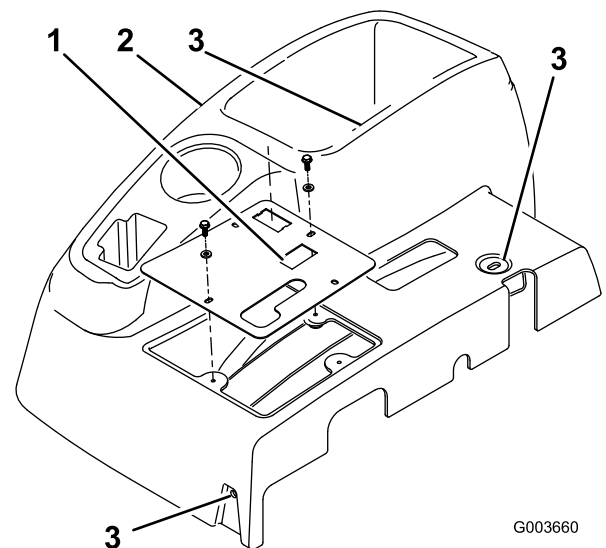

Figura 1
3. Rimuovere le 4 rondelle e i bulloni di fissaggio della plancia sulla console (Figura 1). Scollegare il cavo dal contaore. Rimuovere la plancia (Fig. 1).
4. Rimuovere i 3 bulloni di fissaggio della console al telaio (Figura 1). Rimuovere la console sollevando delicatamente il bordo inferiore della console attorno alla staffa di supporto e facendolo scorrere verso l'alto oltre la maniglia del freno.